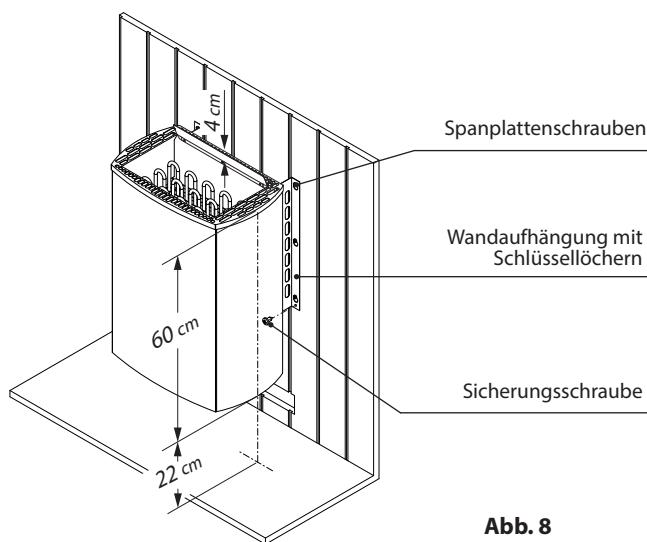

Abb. 8
- Jetzt können Sie das Saunaheizgerät mit den Schlüssellochern in die bereits an der Kabinenwand befestigten Spanplattenschrauben einhängen und anschließend mit den beiden Sicherungsschrauben an den Wandaufhängungen sichern. (Abb. 8)